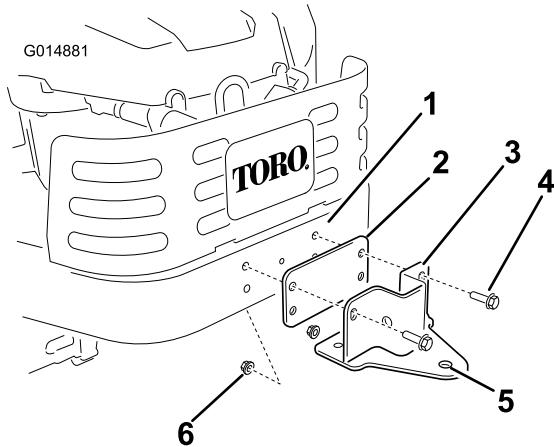

Bild 10
1. Finden Sie die Stützplatte für den Rahmen des Heckfangsystems und die Halterung in den losen Teilen. Befestigen Sie die Platte und die Halterung am Maschinenrahmen, wie in Bild 10 dargestellt. Befestigen Sie die Platte und Halterung mit zwei Schrauben (5/16 x 1 Zoll) und zwei Sicherungsmuttern (5/16 Zoll) am Rahmen.